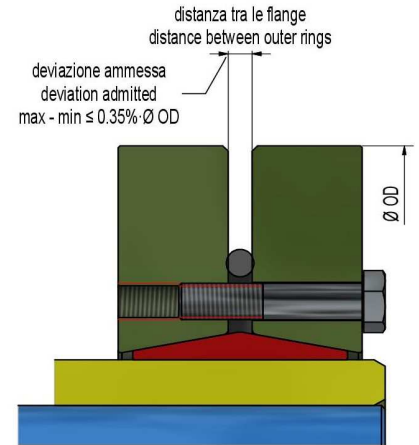

Fig. 5. Parallelismo anelli esterni.
- !** A serraggio concluso, assicurarsi che gli **anelli esterni** siano **paralleli**, con una variazione della loro distanza non superiore allo 0.35% del diametro esterno (fig. 5). Variazioni superiori possono causare una riduzione della pressione, con conseguente riduzione delle prestazioni.